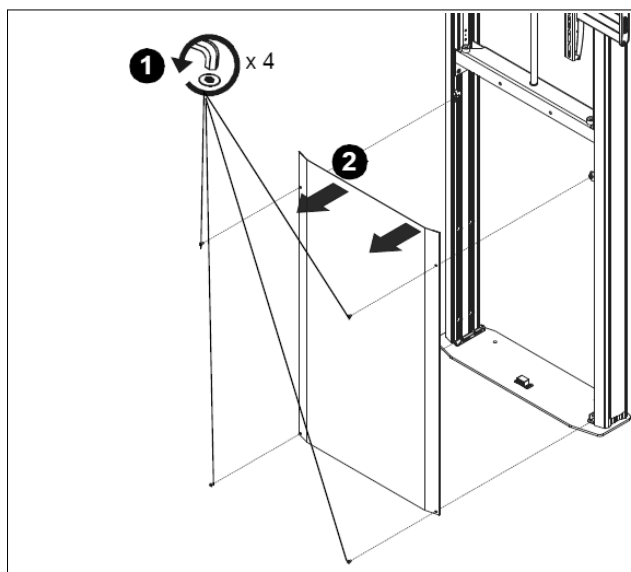

図 12
10. ブラケットカバー（A）4個をブラケットにはめ込みます。（図12を参照）
1. 前面カバーを固定している4本のボタンヘッドキャップネジを外します。（図12を参照）
2. 前面カバーをマウントから取り外します。（図12を参照）